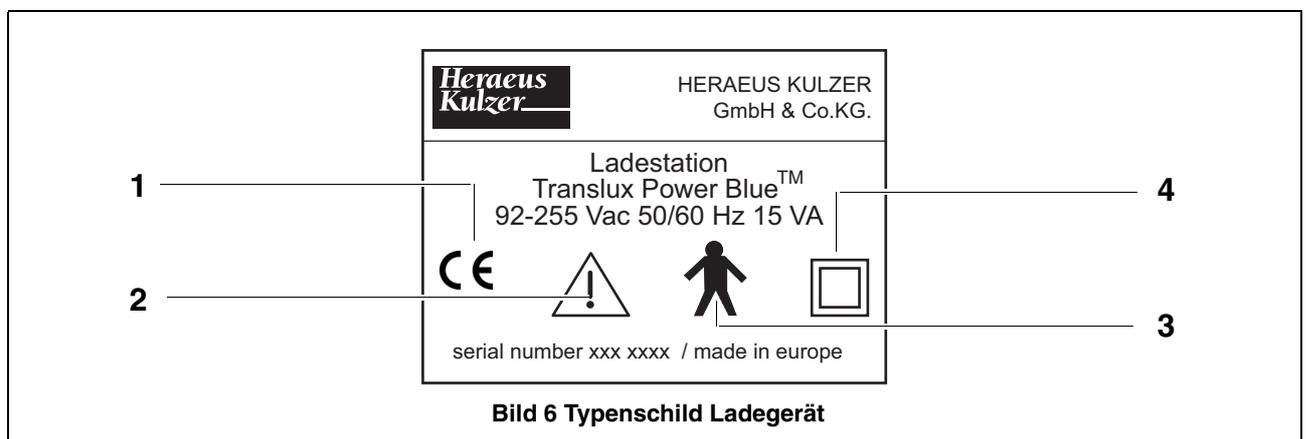

Bild 6 Typenschild Ladegerät
11.1.1 Bezeichnungen von Bild 6